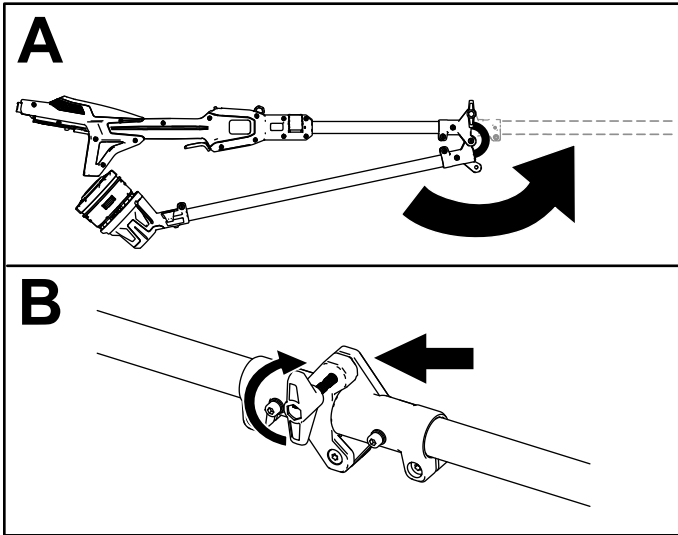

Figure 3
1. Dépliez l'arbre (A de la Figure 3).
2. Réunissez les deux parties de l'arbre au niveau du coupleur à l'aide du bouton de fixation (B de la Figure 3).